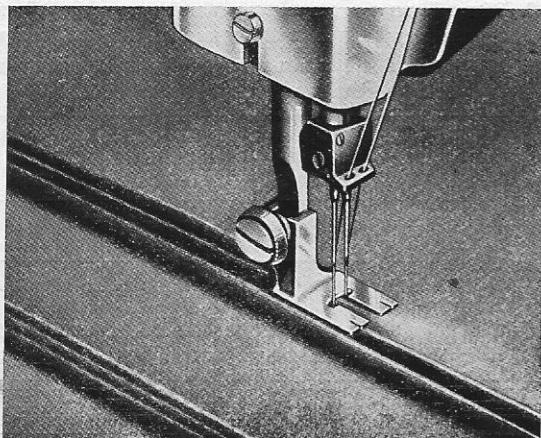

рис. 68
**8. Швейная лапка для выпушек 2,5 мм. «65-402» и палец для выпушек «65-248/2» (рис. 68)**
Применение и рабочий процесс как по пункту «g» (рис. 68).